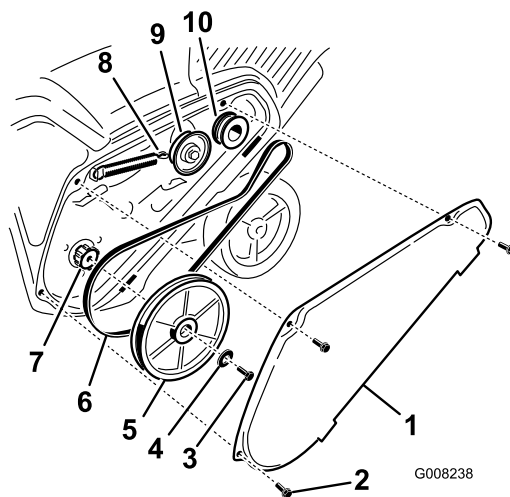

Figure 37
1. Enlevez le couvercle de la courroie d'entraînement après avoir retiré les 3 boulons comme montré à la Figure 37.
2. Décrochez le ressort de frein du bras de la poulie de tension pour détendre la courroie (Figure 37).
3. Enlevez la vis et la rondelle bombée qui retiennent la poulie de rotor (Figure 37).
4. Retirez la poulie de rotor et la courroie d'entraînement (Figure 37).
Remarque: Acheminez la courroie neuve autour de la poulie du moteur, puis de la poulie de tension, et enfin autour de la poulie de rotor desserrée, située juste au-dessus de l'arbre de rotor (Figure 37).
- Montez la poulie de rotor sur l'arbre de rotor (Figure 37).
- Montez la rondelle bombée et le boulon de fixation de la poulie de rotor, et serrez-les solidement (Figure 37).